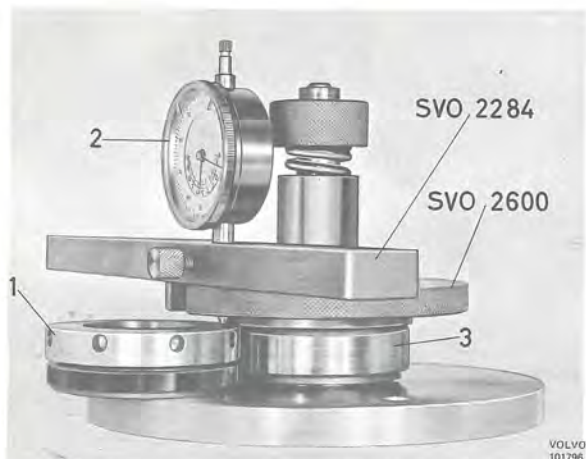

Bild 50. Bestämning av justermellanläggens tjocklek
3. Placera bakre pinjonglagret komplett med ytterringen i mätfixtur SVO 2600. Sätt på platta, fjäder och mutter. Muttern vänds med plana sidan upp. Plattan (och därmed lagret) vrids fram och tillbaka några gånger, så att rullarna intar rätt läge. Lägga inställningsringen i mätfixturen enligt bild 50. Använd hållare SVO 2284 och mätur, placera mätarets mätspets mot inställningsringen och nollställ mäturet. Placera därefter mätarets spets mot lagrets ytterring. Mäturet visar nu direkt vilken tjocklek justermellanläggen skall ha. Mät upp justermellanlägg av rätt tjocklek med mikrometer, se bild 51. OBS! Justermellanlägg med exakt rätt tjocklek kan inte alltid erhållas. De får dock inte vara mer än 0,03 mm tjockare än det uppmätta värdet men upp till 0,05 mm tunnare.
3. När rätt kuggflankspel och märkbild erhållits tas differential och inställningsring bort. Centrербrickan placeras på mätfixturen. Ett lager placeras i mätfixturen, platta, fjäder och mutter monteras. Muttern monteras med plana sidan ned. Plattan vrids fram och tillbaka några gånger. Sätt på mätur och hållare SVO 2284. Nollställ mätaren mot inställningsringen och placera därefter mätspetsen mot lagret, se bild 50. Avläs mäturet. Mät med mikrometer upp justermellanlägg, vars sammanlagda tjocklek motsvarar det avlästa värdet plus 0,07 mm. Lägg undan justermellanläggen tillsammans med det uppmätta lagret. Upprepa ovanstående med det andra lagret. OBS! Håll noga reda på vid vilken sida resp. lager och justermellanlägg skall monteras.